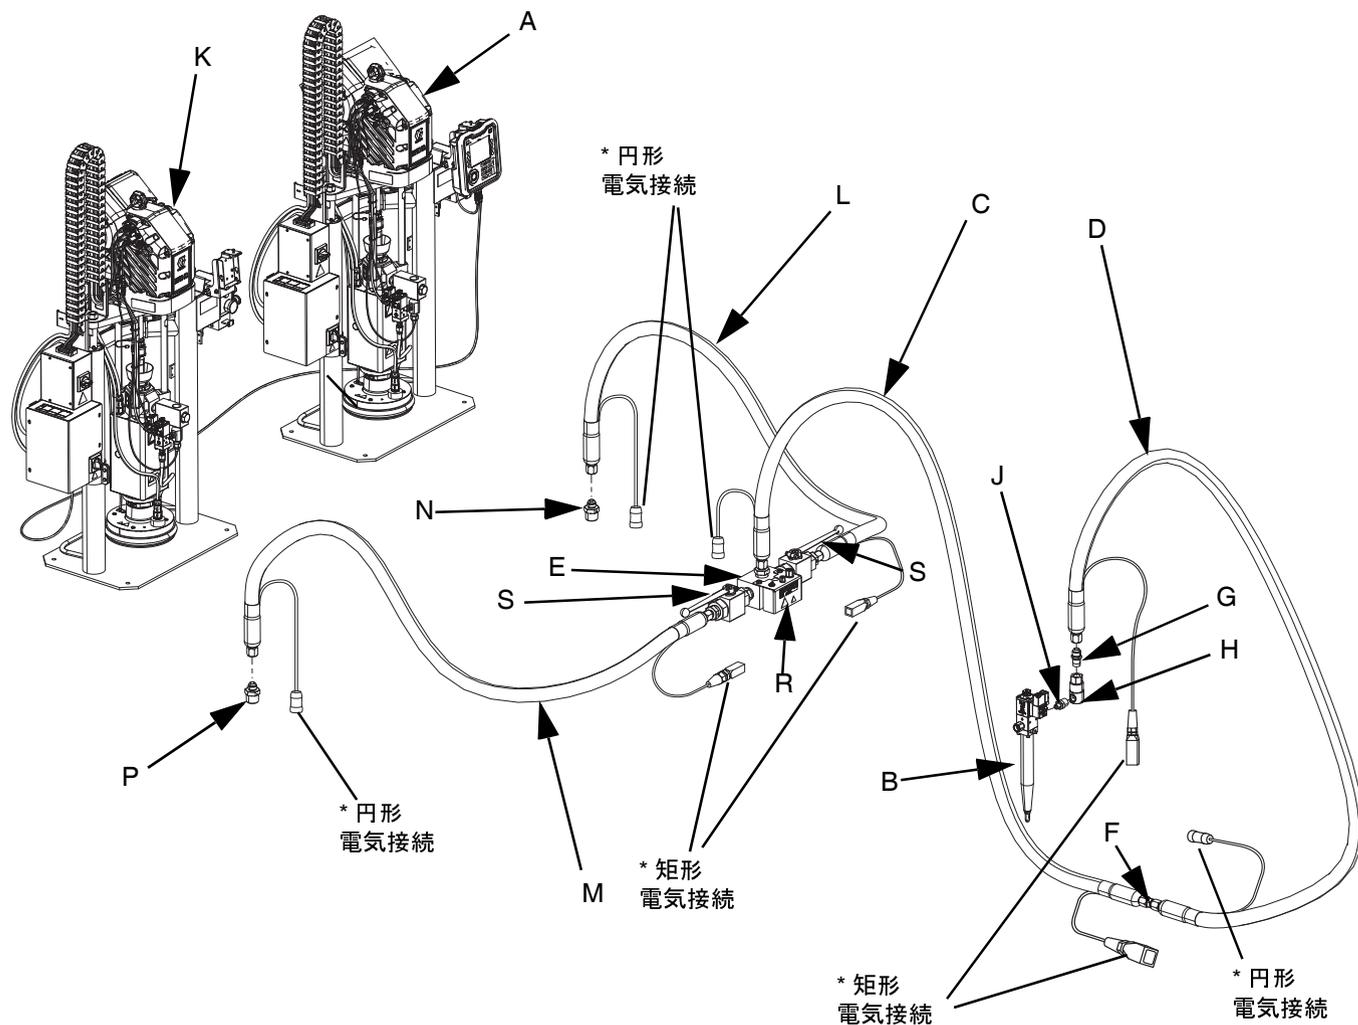

図 2: タンデム E-Flo iQ 吐出システム
注: 図 2 は、典型的な E-Flo iQ 吐出システムの設置を示しています。タンデム iQ ラム供給ユニット、ホース、コネクタ、iQ ディスペンスバルブがあります。一部の設置には iQ ディスペンスバルブ (B) に対する供給ホース 2 (D) を必要ではありません。システムのニーズによりこれは異なります。